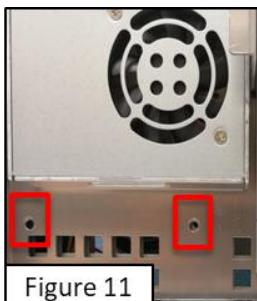

Figure 11
- 鬆開電源供應器左邊的螺絲(見 Figure 11)。
- 點擊內容(見 Figure 11)> 變更設定(見 Figure 12)。